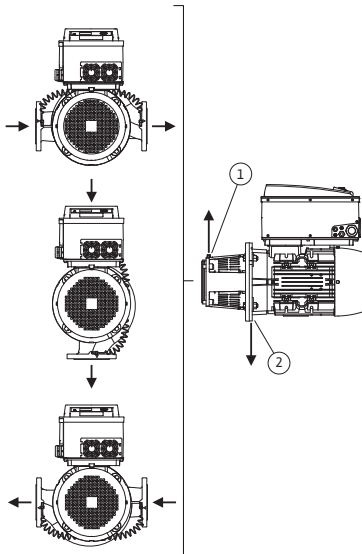
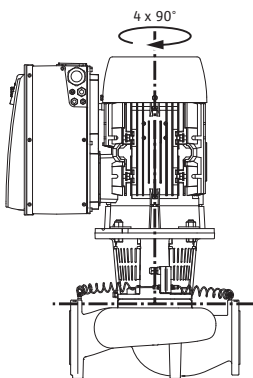

Fig. 18: Zulässige Einbaulagen mit horizontaler Motorwelle
Fig. 19: Zulässige Einbaulagen mit vertikaler Motorwelle
Die zulässigen Einbaulagen mit horizontaler Motorwelle und Elektronikmodul nach oben (0°) sind in Fig. 18 dargestellt. Nicht abgebildet sind die zulässigen Einbaulagen mit seitlich montiertem Elektronikmodul (+/- 90°). Jede Einbaulage außer „Elektronikmodul nach unten“ (- 180°) ist zulässig. Die Entlüftung der Pumpe ist nur gewährleistet, wenn das Entlüftungsventil nach oben zeigt (Fig. 18, Pos. 1). Nur in dieser Position (0°) kann anfallendes Kondensat gezielt über eine vorhandene Bohrungen, Pumpenlaterne sowie Motor (Fig. 18, Pos. 2) abgeführt werden.
Die zulässigen Einbaulagen mit vertikaler Motorwelle sind in Fig. 19 dargestellt. Jede Einbaulage außer „Motor nach unten“ ist zulässig.
- Das Entlüftungsventil an der Laterne (Fig. 6, Pos. 1.31) muss bei horizontaler Motorwelle immer nach oben zeigen (Fig. 6a; und Fig. 6b:). Bei vertikaler Motorwelle ist jede Orientierung zulässig. Siehe hierzu auch Fig. 18: „Zulässige Einbaulagen mit horizontaler Motorwelle“ auf Seite 26 bzw. Fig. 19: „Zulässige Einbaulagen mit vertikaler Motorwelle“ auf Seite 26.
- Bei horizontaler Motorwelle ist die Lage der Kondensatbohrung nach unten erforderlich (Fig. 18, Pos.2). Gegebenenfalls muss der Motor entsprechend gedreht werden.